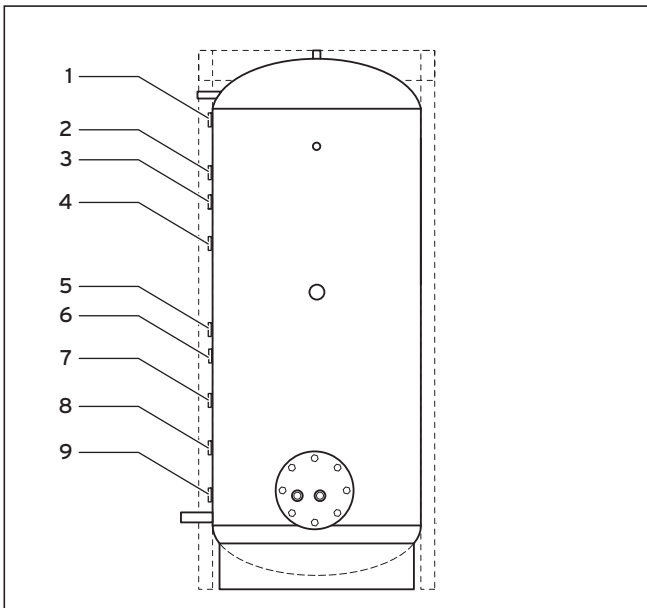

Fig. 2.5 Raccordi sonde, vista anteriore
**Legenda della fig. 2.5:**
- 4 Sonda acqua calda (SP)